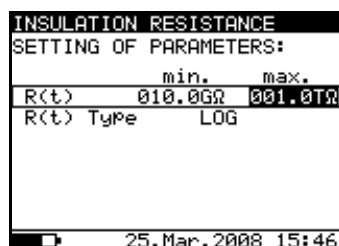

Abb. 14. Einstellmenü für das R(t)-Diagramm
- Drücken Sie die Taste **SELECT**, um die Parameter für **Graph R(t)** einzustellen, siehe **Abb. 14**. Drücken Sie die Taste **ESC**, um zum Grund-Einstellmenü in der Funktion **Isolationswiderstand** zurückzukehren.